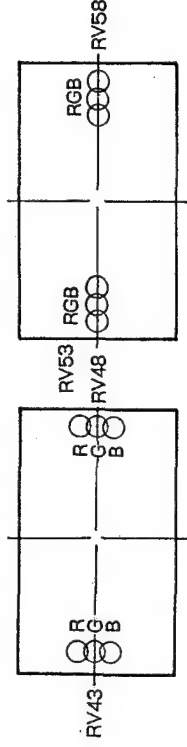

図 1-22
2. DC基板のRV43, RV48, RV53, RV58にて赤・緑・青のドットが重なるように調整する。(図1-22参照)